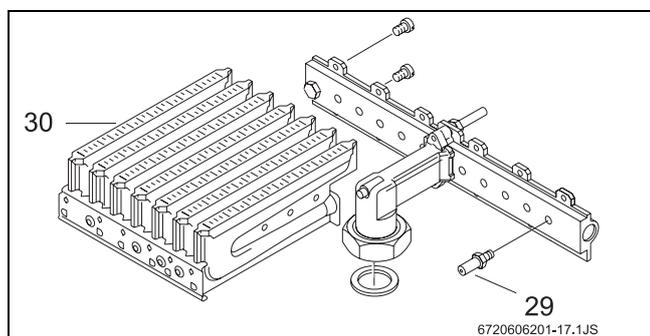

Fig. 18
- ▶ Smontare entrambe le rampe degli ugelli (→Fig. 18, pos. 30) e sostituire gli ugelli (→Fig. 18, pos. 29).